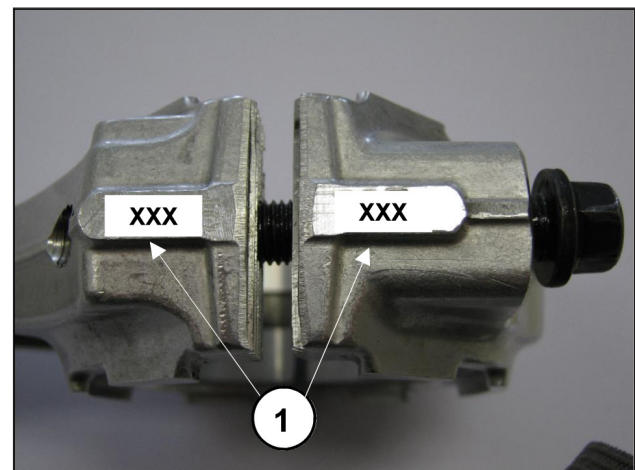

Abb. 9
- Paaren Sie die Pleeldeckel unter Berücksichtigung der Nummerierung mit den zugehörigen Schäften (Abb. 9, Pos. ①).